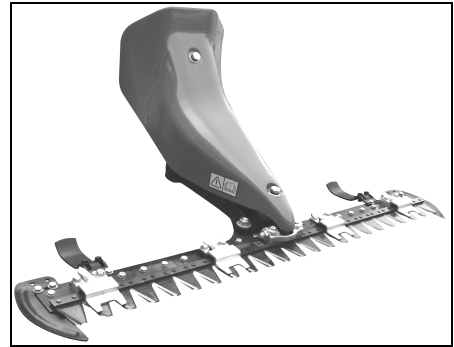

fig.8/1
- 2) montare una bussola attacco rapido **C** (fig.8/7) sull'attrezzo, serrare forte i dadi **D**;